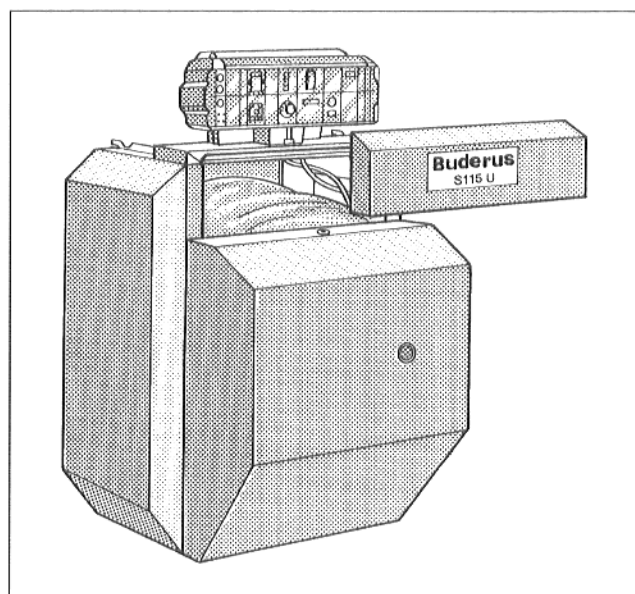

Abb. 27
- Obere Vorderwand mit der Abkantung in die vordere Kesselhaube einhängen (Abb. 27).
Bei Unit-Ausführung mit RE-Brenner ist der Schalldämpfer aus dem Feuerraum zu entnehmen und zu reinigen. Anschließend Schalldämpfer mit kleinerem Durchmesser vom Brennraum in den Abgasstutzen einsetzen (Abb. 27).